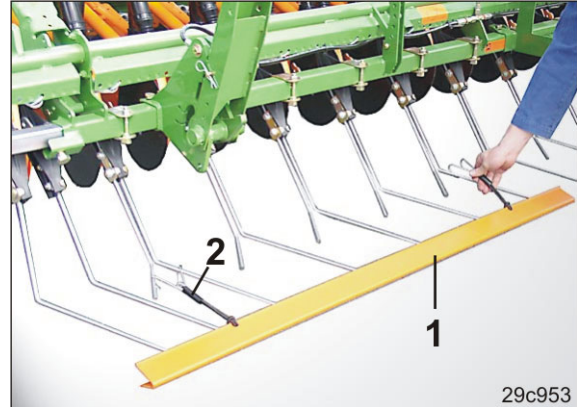

Рис. 214
1. Насуньте двосекційну транспортувальну захисну накладку (Рис. 214/1) на кінчики зубів штригеля типу «Ехакт».
2. Зафіксуйте транспортувальну захисну накладку пружинними тримачами (Рис. 214/2) на штригелі типу Ехакт.